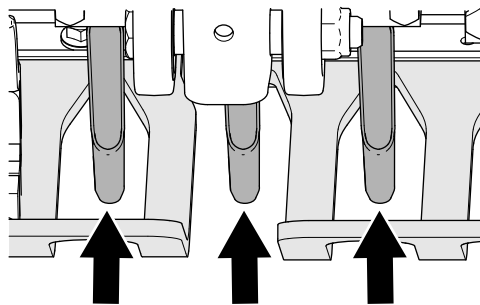

Figura 44
4. Verificăi alinierea fantelor de protecție a gazonului la dinii pentru a vă asigura că sunt centrate (Figura 44).